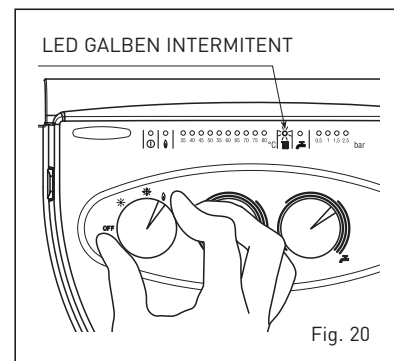

Fig. 20
Pentru a executa verificarea combustiei microcentralei rotiti selectorul si mentineti pe pozitia (0) pana cand led-ul galben (■) incepe sa clipeasca (fig. 20). Din acel moment microcentrala va incepe sa functioneze in regim de incalzire la putere maxima cu oprire la 80°C si reaprindere la 70°C.